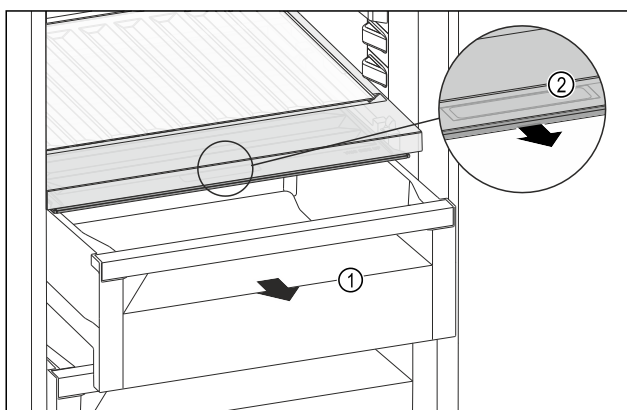

Fig. 118
- ▶ Wyciągnąć szufladę Fig. 118 (1).
- ▶ Chwycić uchwyt wpuszczany Fig. 118 (2) na pokrywie komory i pociągnąć pokrywę jednocześnie do przodu.